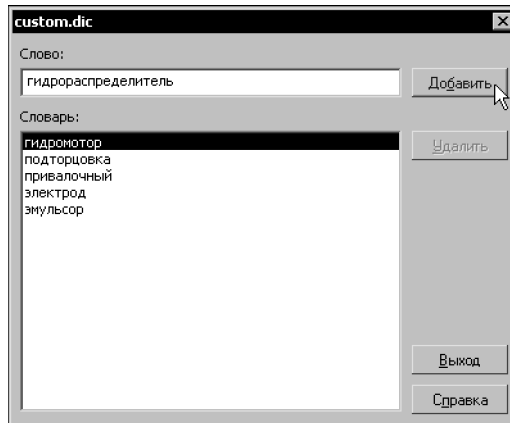

Рис. 72.5. Диалог редактирования вспомогательного словаря
3. В появившемся на экране диалоге редактирования словаря (рис. 72.5) выполните одно из следующих действий: